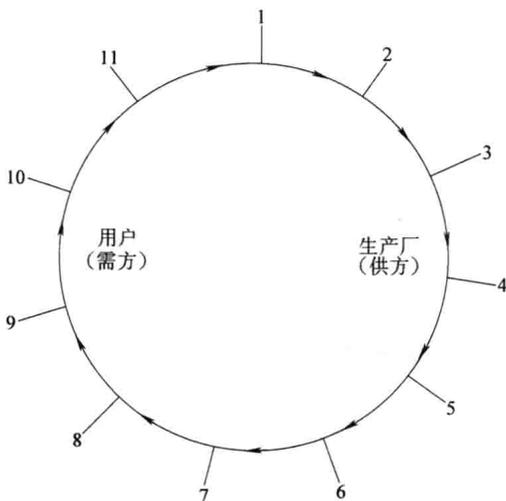

图 1-1 质量环示意图
产品质量有个生产、形成和实现的过程，这个过程就是如图 1-1 所示的质量环。质量环上每一个环节的作业技术和活动必须在受控状态下进行，才能生产出满足规定质量要求的产品，这就是质量控制的内涵。
(1) 质量环 从了解与掌握用户对产品质量的要求和期望开始，直到评定能否满足这些要求和期望为止，影响产品（或服务）质量的各项相互作用活动的理论模式，即所谓质量环。质量环是指导企业建立质量体系的理论基础和基本依据。通用性的质量环包括 11 个活动阶段（图 1-1）。
(2) 质量体系结构 质量体系结构由企业领导责任、质量责任和权限、组织结构、资源和人员及工作程序 5 个方面组成。